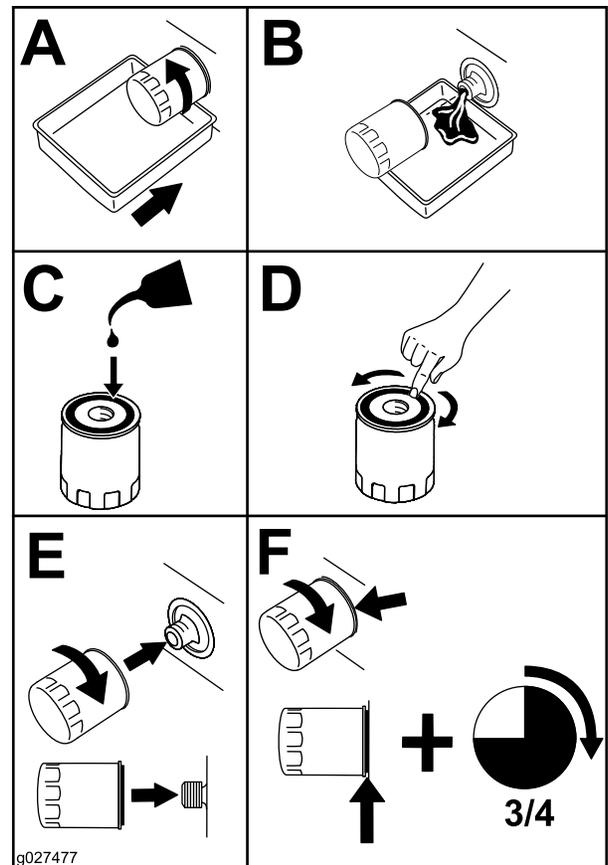

Рисунок 44
5. Замените масляный фильтр двигателя, как показано на Рисунок 44.